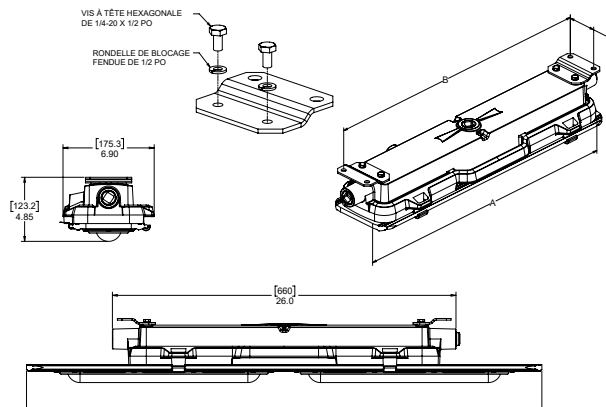

Figure 1. Installation d'un support de montage encastré au plafond
2. Installer les supports de montage affleurant à l'arrière du boîtier du pilote du luminaire à l'aide des deux (2) boulons hexagonaux de 1/4 po et des rondelles de blocage fendues pour chaque support. Orientation du support, comme illustré à la figure 1. Serrer à un couple de 64 po-lb (7,2 N-m).
3. Identifier l'emplacement de montage approprié pour supporter le luminaire, marquer et percer des trous pour les supports encastrés conformément aux dimensions indiquées à la figure 1.
4. Le luminaire est maintenant prêt à être installé. Il est fortement recommandé de faire appel à deux (2) ouvriers qualifiés pour procéder au montage final du luminaire. Il est recommandé d'éviter toute blessure personnelle ou tout dommage au luminaire.